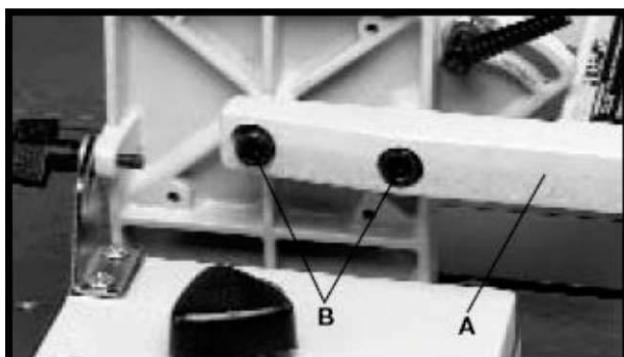

Рисунок 3
2. Прикрутите прижим струбцины (A), Рис. 3, к задней части упора двумя винтами с винтами шестигранником M10x1.5x20 мм (B) с двумя стопорными шайбами M10, как показано на рисунке.